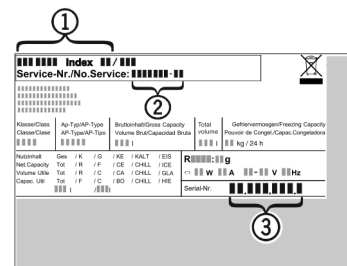

Fig. 4
- Gerätebezeichnung Fig. 4 (1), Service-Nr. Fig. 4 (2) und Serial-Nr. Fig. 4 (3) vom Typenschild ablesen. Das Typenschild befindet sich an der linken Geräteinnenseite.
- Den Kundendienst benachrichtigen und den Fehler, Gerätebezeichnung Fig. 4 (1), Service-Nr. Fig. 4 (2) und Serial-Nr. Fig. 4 (3) mitteilen.